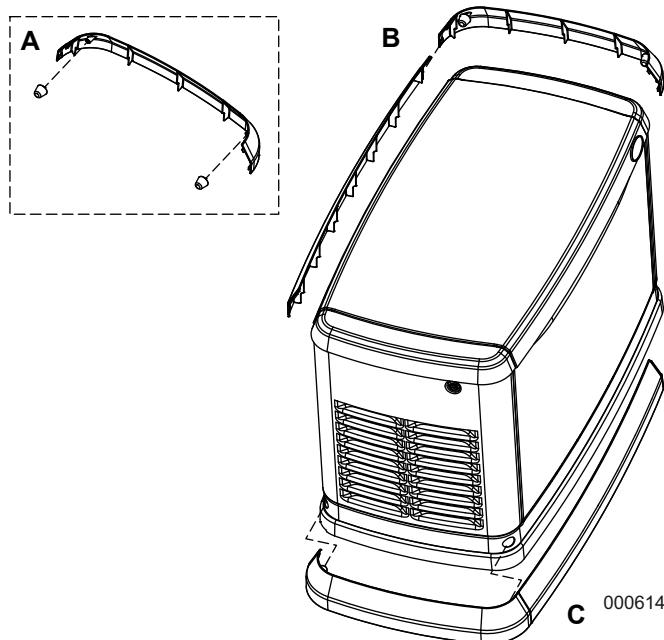

Figura 4-3. Instalación del frente
- Ubique los cuatro (4) amortiguadores de caucho negro roscados que se encuentran en la bolsa del Manual del propietario.
- Vea la **Figura 4-3**. Retire los cuatro (4) amortiguadores de la bolsa y enrósquelos en los agujeros roscados situados dentro de las piezas del extremo del frente (dos de cada uno) opuestos entre sí (A).